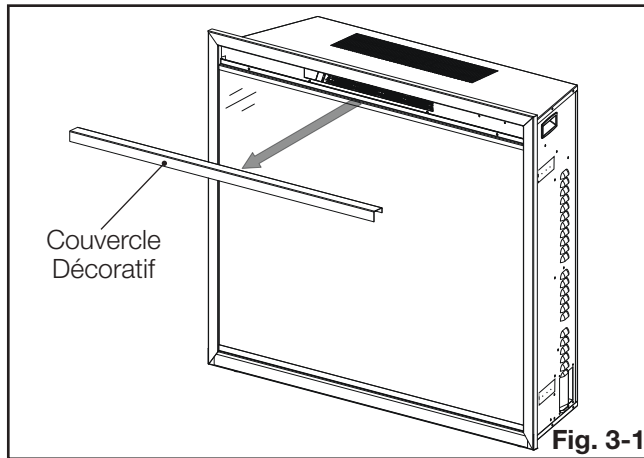

Fig. 3-1
1. Retirez le couvercle décoratif en avant qui est tient en place avec 2 aimants (**Fig. 3-1**).